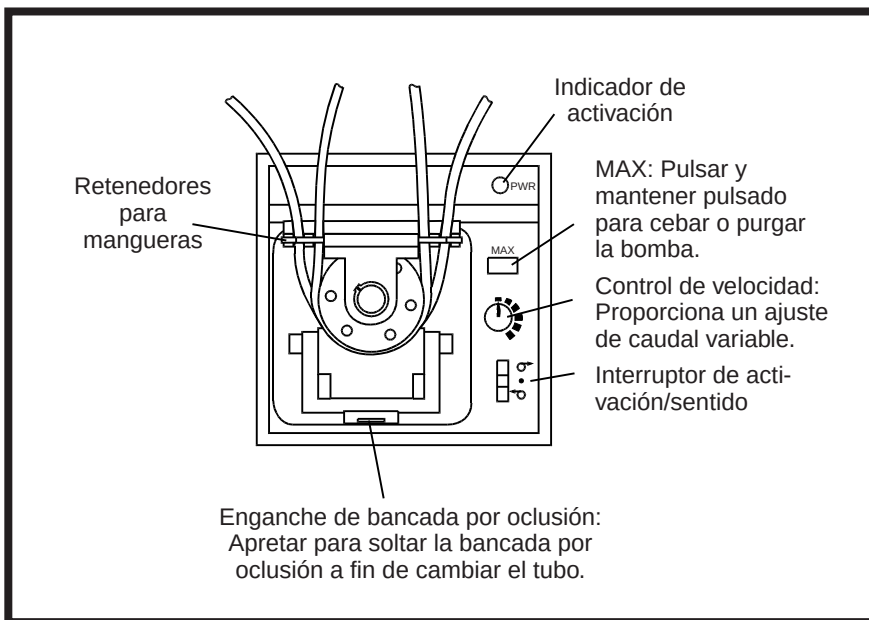

Figura 2. Bomba — Panel delantero
El control de velocidad ajustable y de una sola espira, figura 2, proporciona una operación de caudal variable. Siempre que la bomba está en funcionamiento se enciende el indicador verde de activación (PWR On). El interruptor de activación/sentido (Power On/Direction) activa la potencia cuando se selecciona el sentido del rotor de la bomba bien sea a favor o en contra de las manecillas del reloj. El botón MAX se utiliza para el cebado y purga, y cuando está pulsado la bomba opera a la velocidad máxima.
1. Colocar el **interruptor de activación/sentido**, figura 2, en la posición del centro (apagado).